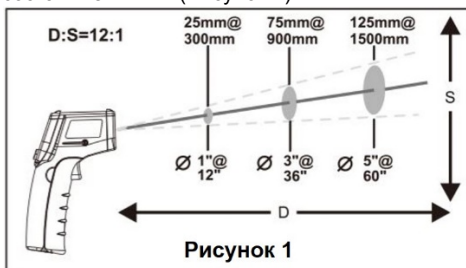

Рисунок 1
1. При проведении измерений уделите внимание расстоянию до поверхности объекта. При увеличении расстояния (D) размер пятна (S) измеряемой поверхности также увеличивается. Соотношение расстояния D и размера пятна S для данного прибора составляет 12:1. (Рисунок 1)